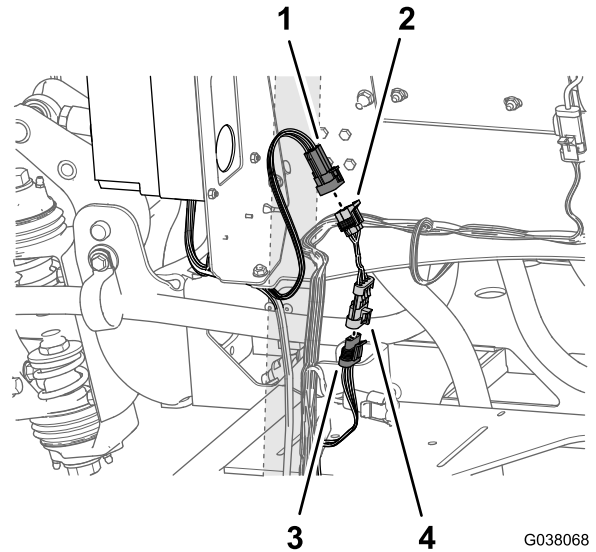

図 119
2. ジャンパハーネスの4ピンコネクタを、後方ハーネスの4ソケットコネクタ HOSE REEL というラベルに接続する 図 119。
3. スプレーガンや電動ホースリールのコントロールボックスの裏側にある6ピンコネクタ (図 119ラベルは RATE SWITCH INTERCONNECT (OPTIONAL SPRAY GUN) を探し出す。
4. 6ピンコネクタレートスイッチインターコネクタを、ジャンパハーネスの6ソケットコネクタに接続する 図 119。